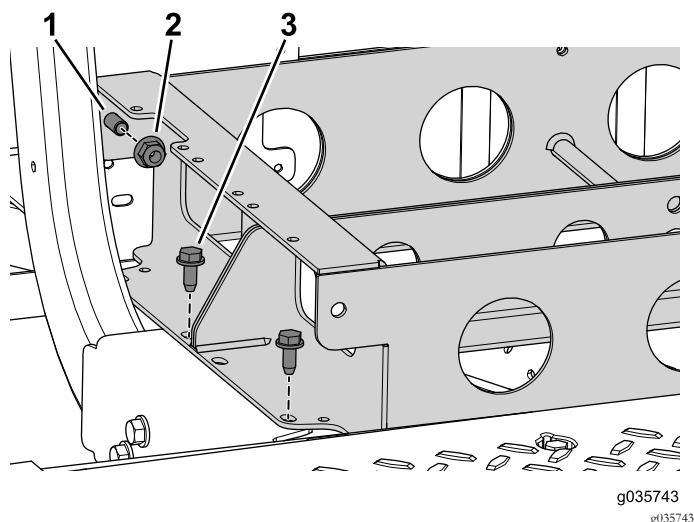

Figure 83
1. Reliez les supports de batteries avant et arrière à l'aide des 2 écrous à embase et boulons (Figure 83).
2. Fixez le support de batterie avant à la machine à l'aide des 4 boulons (3/8" x 1") (Figure 83).